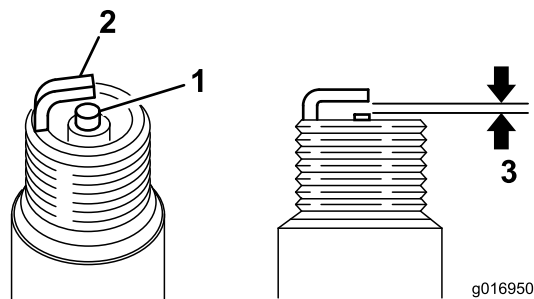

图35
3. 将空隙设定为 0.6~0.7mm（图35）。安装已设定正确空隙的火花塞，拧紧到 23Nm。